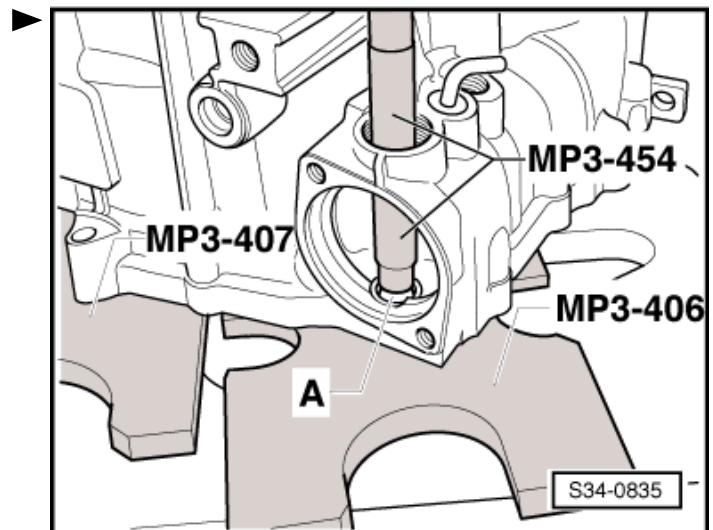

Abb. 10: Rasthülse bei nicht zerlegtem Getriebe mit Führungsbolzen -T30074 (10 - 15)- austreiben
- ☐ bei nicht zerlegtem Getriebe austreiben ⇒ Abb. 10 in **34-7** Seite 5